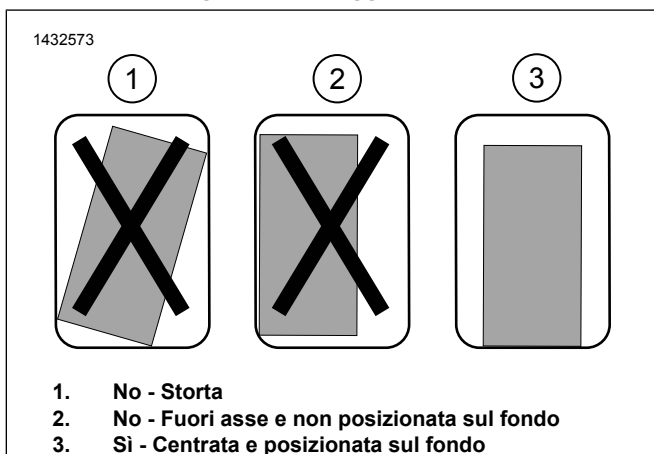

Figura 4. Installazione della staffa di montaggio
- a. Vedere la figura 4. Verificare l'adattamento del gruppo della staffa di montaggio. La staffa deve essere dritta, centrata e il più vicino possibile alla parte inferiore della borsa.
- c. Vedere la figura 4. Verificare l'adattamento per la posizione definitiva assicurandosi che la staffa sia dritta, centrata e il più vicino possibile alla parte inferiore della borsa.